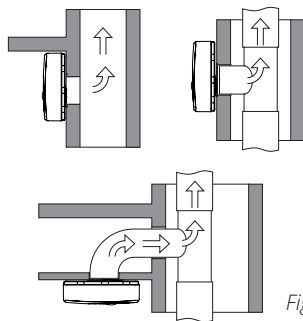
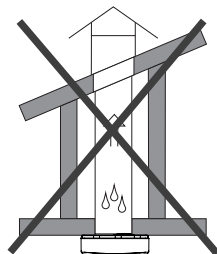

Fig. 2
Fig. 3
- Vid vertikal frånluft ska det vara avgrening mot fläkten, fig. 2. Direkt vertikal frånluft är inte tillåten, fig. 3.